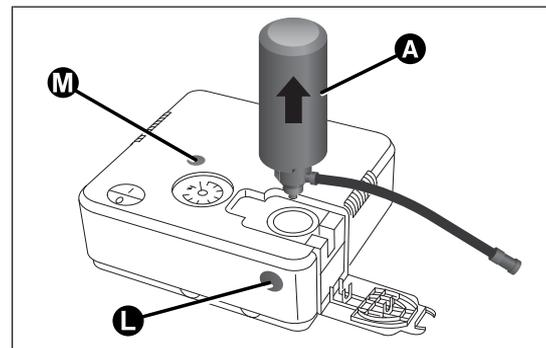

fig. 128
- si la bombe aérosol A fig. 128 est reliée au compresseur, il faut appuyer sur le bouton de relâchement L pour la retirer ;